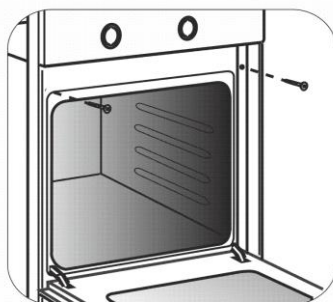

Рис.2. Крепление духового шкафа к тумбе.
- 3) Духовой шкаф устанавливается на дно ниши и закрепляется спереди (рис.2) винтами, прилагаемыми в комплекте.